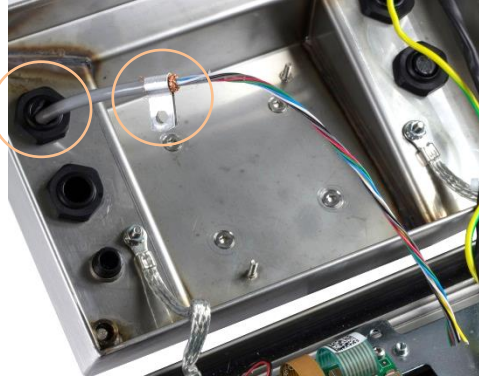

Figura 2-27: Cabo da Célula de Carga do Gabinete do IND236, com Clipe de Aterramento do Chassi
1. O cabo da célula de carga passa pelo gabinete através do prensa-cabo como indicado na Figura 2-27.